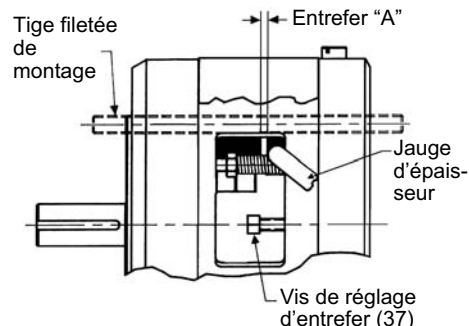

Figure 7
(Reportez-vous aux Figures 7, 8 et 12).
2. Mesurez l'entrefer "A" à l'aide d'une jauge d'épaisseur de 3/8 à 1/2 po de large comme indiqué sur la Figure 7.